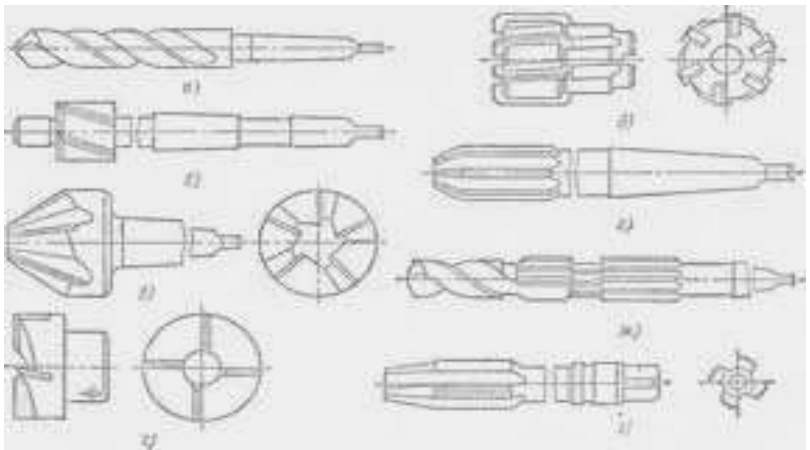

Рис.5 Стандартизированные приспособления к станку
7. Заполните таблицу, используя рисунок 5 «Стандартизированные приспособления к станку»,